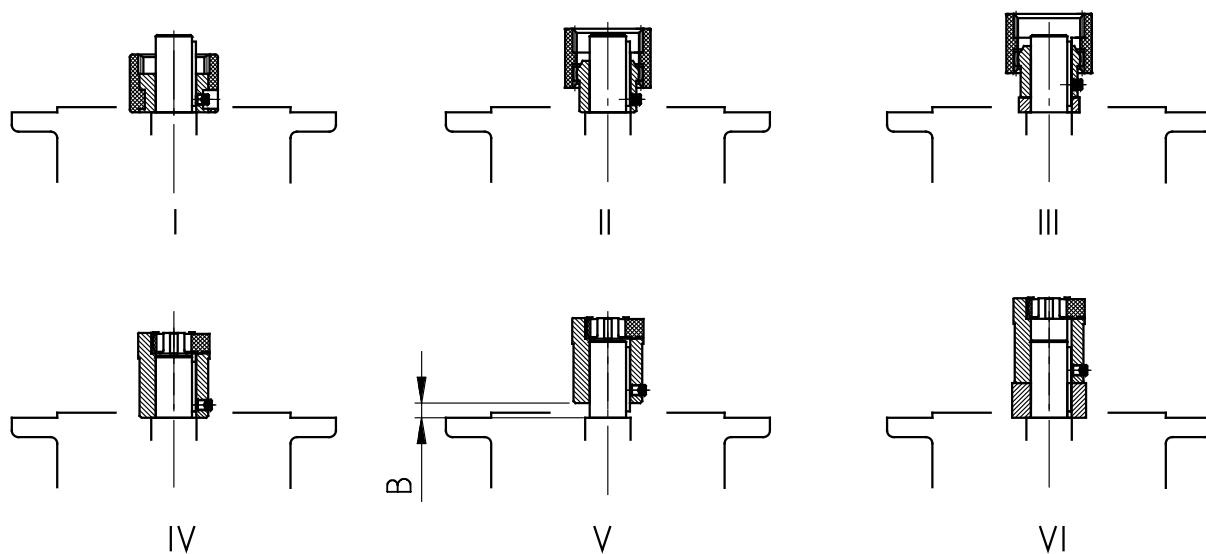

Figura 17: montaggio di diverse tipologie di giunto sull'albero motore
3. Calettare il giunto sull'albero del motore fino a battuta contro il collare, come da indicazioni del costruttore del motore. Eventualmente interporre tra il giunto e il collare dei distanziali in dotazione per i motori di grandezza 90, 160, 180 e 225. Nel caso dei riduttori coassiali standard, rispettare la misura B tra il giunto e il collare (vedere Figura 17). Per alcuni adattatori NEMA la posizione del giunto deve essere regolata come indicato sulla targhetta adesiva.